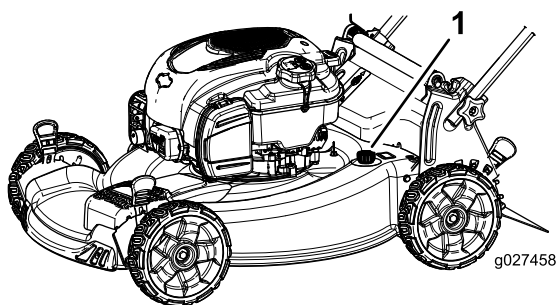

Figura 32
5. Conecte una manguera de jardín que esté conectada a un grifo al orificio de lavado (Figura 32).